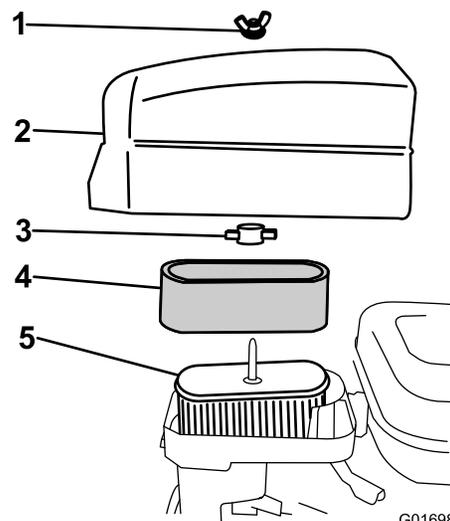

**Figura 31**
2. Retire a porca de orelhas que fixa a cobertura do filtro de ar e retire a cobertura (Figura 31).